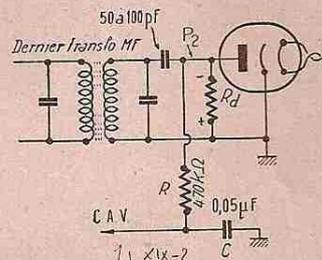

FIG. XIX-2
b) le montage parallèle, parce que la résistance de détection  $R_d$  est en parallèle avec la diode (voir figure XIX-2).
Avec le montage de la figure XIX-2, le fonctionnement est le même, et aux bornes de la résistance de détection  $R_d$ , nous dispo-